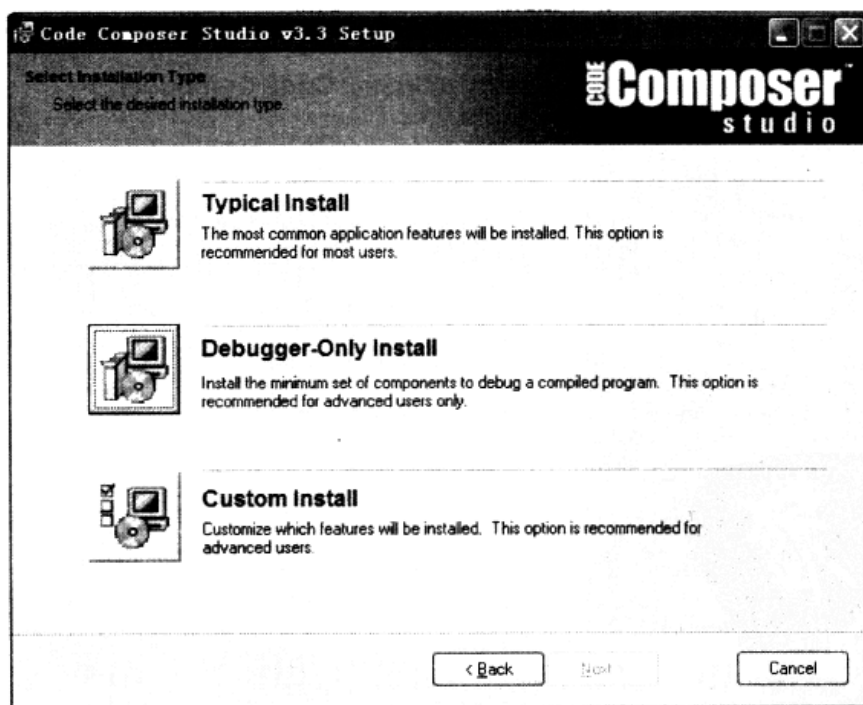

图 1-9 CCS3.3 软件的安装步骤 5
⑤ 安装类型的选择, 请选择 Typical Install, 单击 Next, 如图 1-9 所示。